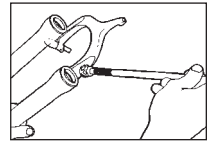

Fig. 8
11. Aplique New and Improved Judy Butter a la superficie de los cuatro rodamientos y al interior de los tubos inferiores, y rellene completamente la cavidad situada entre los bordes de la junta autolubricada Resi-wiper. Utilice un alargador de llave de tubo envuelto en esparadrapo e impregnado en Judy Butter para acceder al interior de los tubos inferiores (ver Fig. 8).